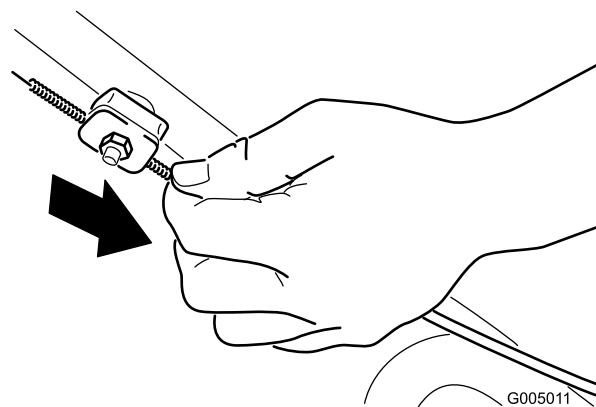

Figura 29
- Tire hacia abajo de la cubierta del cable (hacia el cortacésped) hasta eliminar la holgura en el cable (Figura 29).